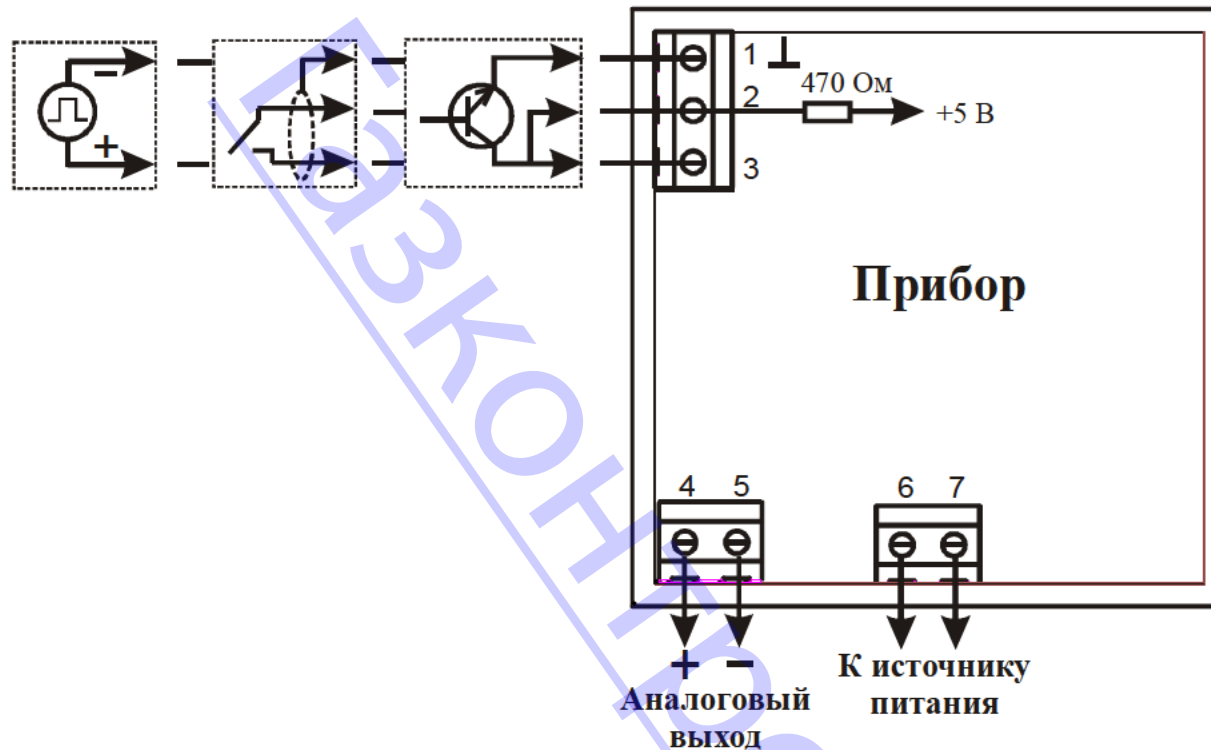

Рисунок 8.1 – Схема подключения входного датчика, источника питания и исполнительных устройств
8.3 Произведите подключение входных датчиков с учетом расположения клеммников на задней панели прибора (см. рисунок 8.1).
8.4 Подключите прибор к источнику питания и исполнительным устройствам (см. рисунок 8.1).